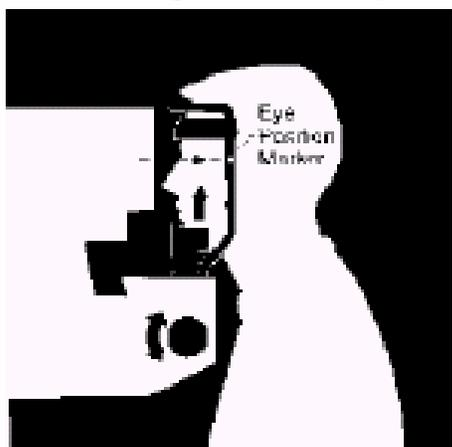

Figura 8 Ajuste de altura
- Para ajustes mais finos, é possível levantar ou abaixar o apoio para o queixo. Use os botões abaixo do apoio de queixo, um em cada lado (ver figura 8 abaixo).